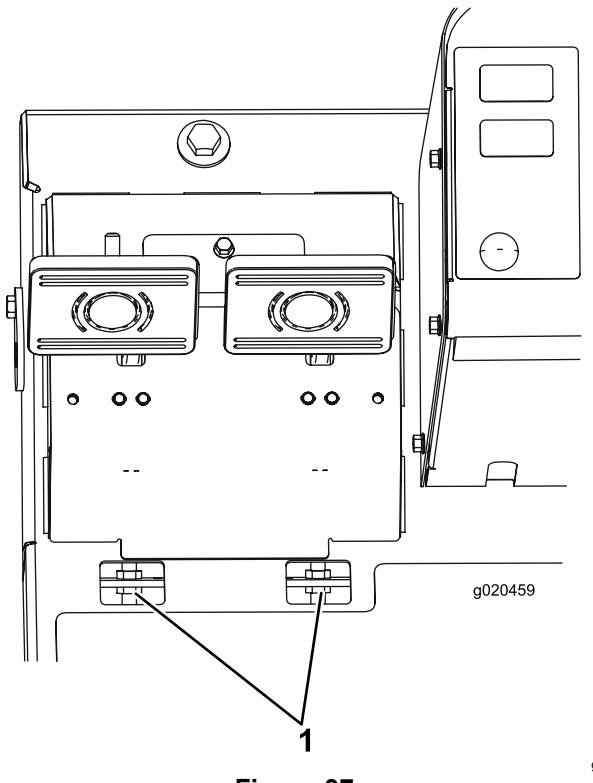

Figura 97
- B. Allentate il dado anteriore sull'estremità filettata del cavo del freno (Figura 97).